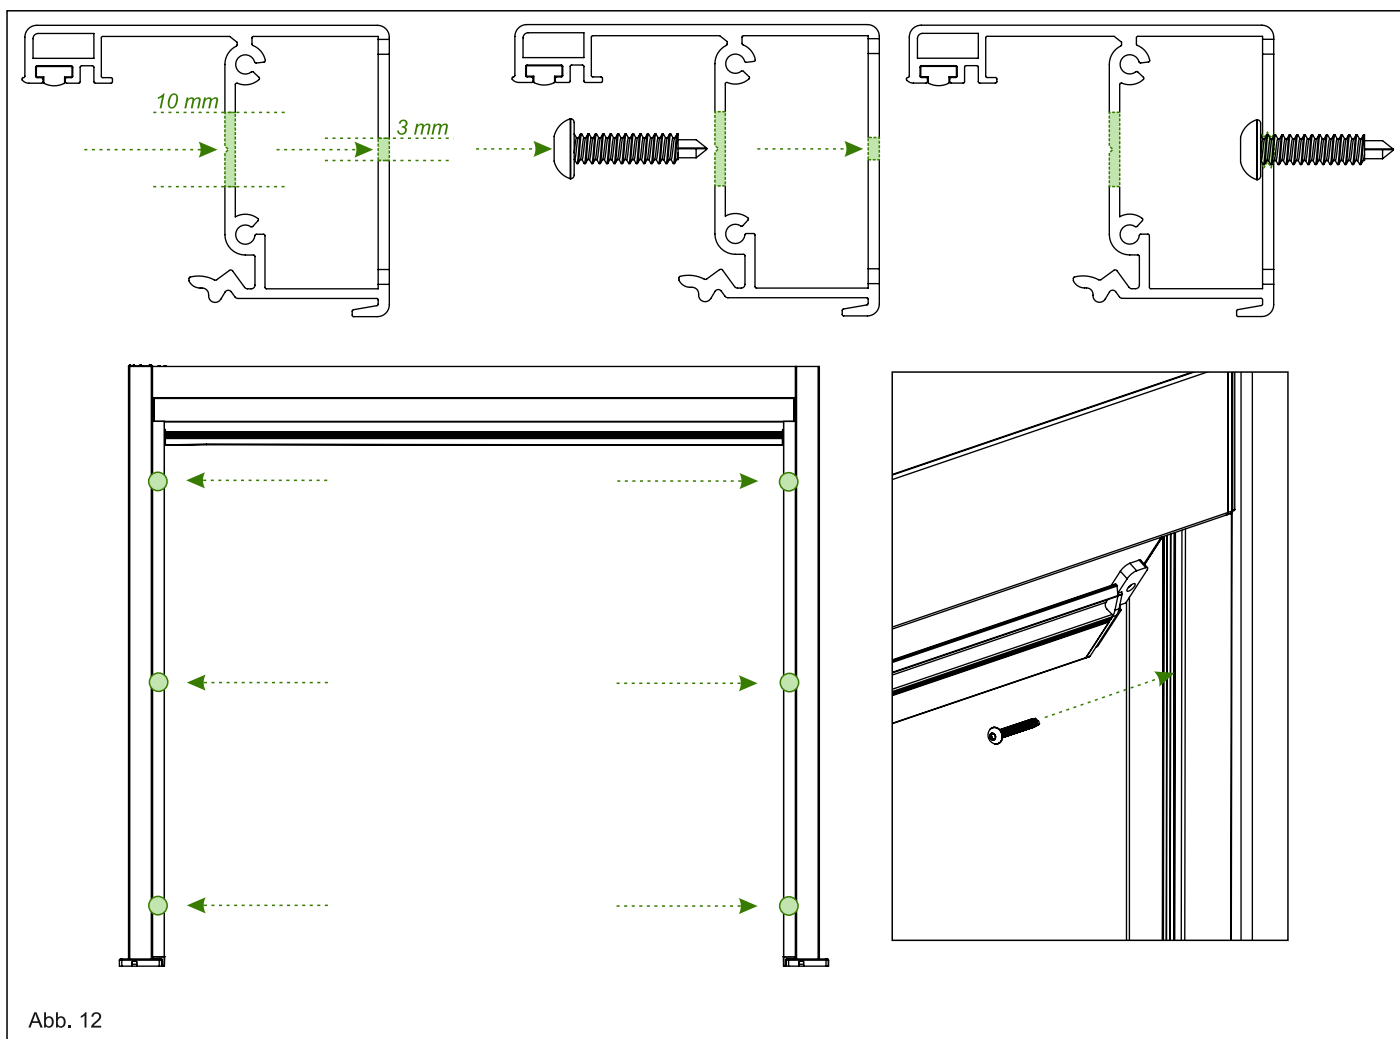

Abb. 12
11. Bohren Sie die Löcher für die Schrauben vor dem Befestigen der Schienenführungen vor. Hierfür brauchen Sie einen 10 mm und einen 3 mm Bohrer. Bohren Sie als erstes mit einem 10 mm Bohrer durch die erste Wand der Schienenführung und mit einem 3 mm Bohrer durch die äußere Wand der Führung, um das Befestigen zu ermöglichen. Befestigen Sie die Schienenführungen mit jeweils 3 Schrauben Torx 4,2 x 19 mm an den Pfosten. Siehe Abb. 12.
12. Stellen Sie sicher, dass der Pfosten Senkrecht auf dem Fundament steht und befestigen Sie diesen an dem Träger sowie am Fundament. Siehe Abb. 12.